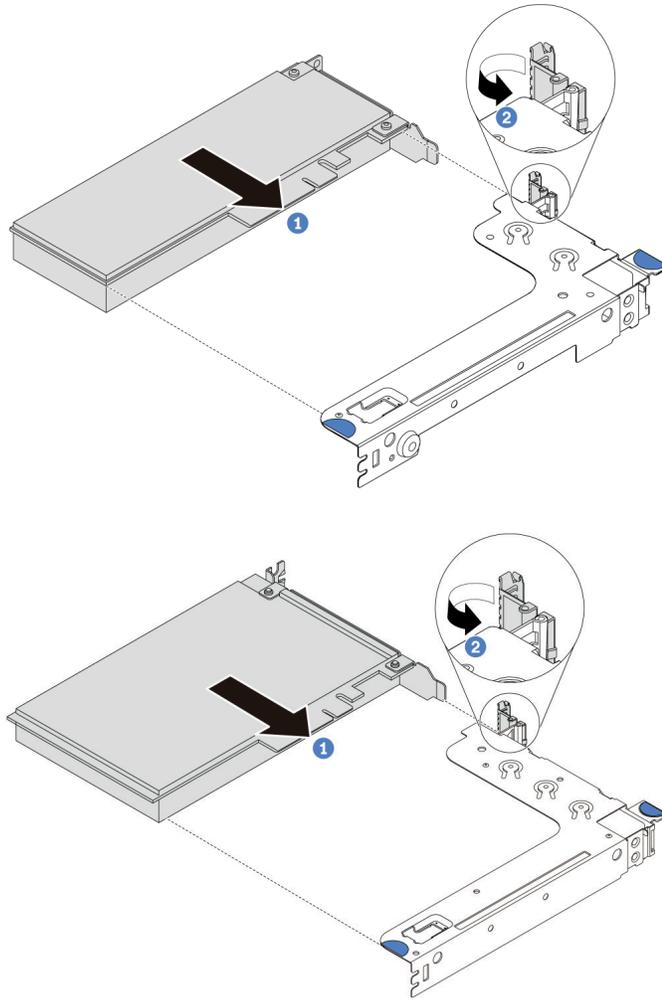

Figura 108. Instalación del conjunto de expansión 1 (LP/FHFL)
**Nota:** El conmutador de intrusión solo se puede instalar en el conjunto de expansión 1 (LP/FHFL). La abrazadera de expansión en la que está instalado el conmutador de intrusión puede ser diferente de la ilustración siguiente, pero el método de instalación es el mismo. Para conocer los distintos tipos de abrazadera de expansión compatibles, consulte Figura 108 “Instalación del conjunto de expansión 1 \(LP/FHFL\)” en la página 137.